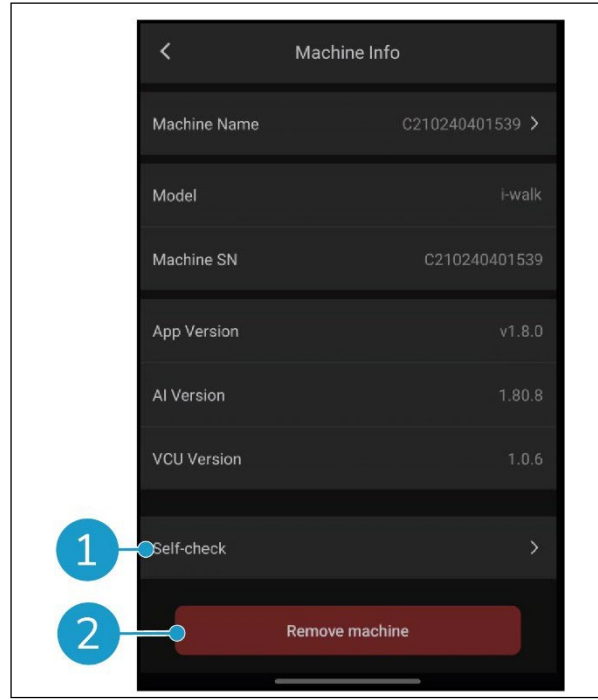

Figura 36
- Pulse el botón [\[Autocomprobación\]](#) (Figura 36, pos. 1) para realizar una comprobación de diagnóstico de la máquina.
- Pulse [\[Eliminar máquina\]](#) (Figura 36, pos. 2) para eliminar la máquina de la aplicación i-walk.